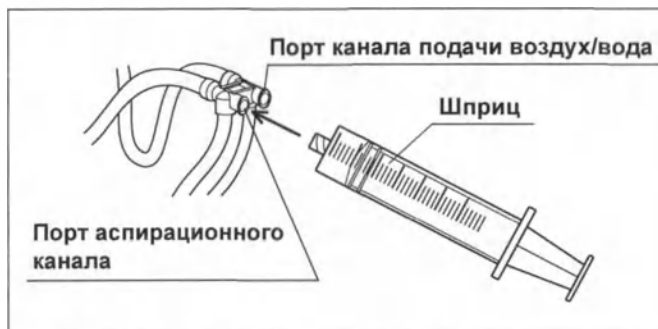

Рис. 6.30
- 2 Присоедините шприц к порту аспирационного канала инъекционной трубки. (см. рис. 6.30)
- 1 Присоедините шприц к порту аспирационного канала инъекционной трубки. (см. рис. 6.30)